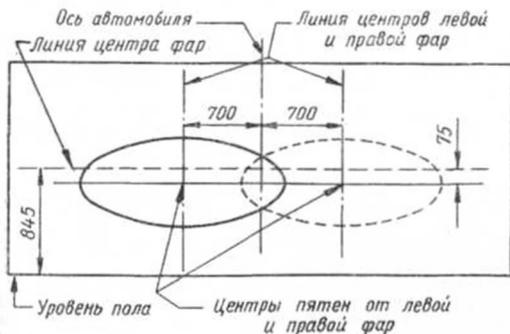

Рис. 48. Разметка экрана для регулировки фар.
1. Установить ненагруженный автомобиль на ровном полу перед экраном, на расстоянии 7,5 м перпендикулярно к нему, и снять ободки у обеих фар (рис. 48).